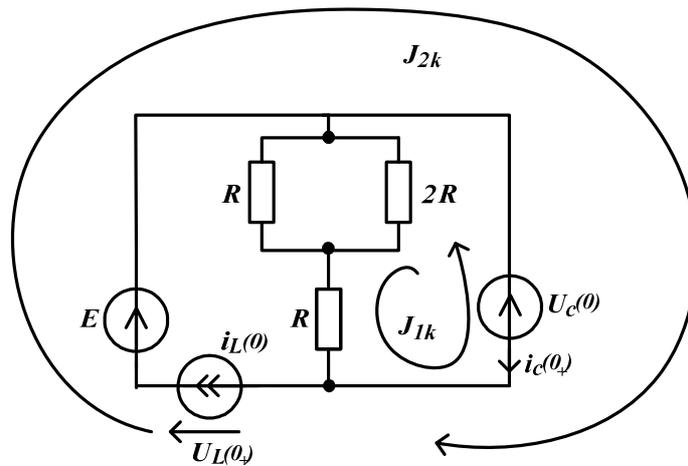

Рисунок 5. Схема для определения ЗНУ
4.2) Определяем ЗНУ  $i_C(0+), U_L(0+)$  (см. рис. 5) в схеме после коммутации (индуктивность заменяется на источник тока, емкость - источник ЭДС):